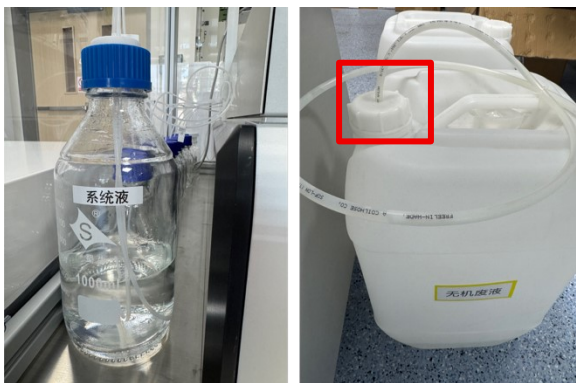

图 6-2-2
- 1) 检查系统液（图 6-2-2 左）的成分和体积，按需要进行补充或更换；
- 2) 检查废液桶情况：在开始实验前确认废液桶中废液体积及废液管道连接情况（图 6-2-2 右），根据实验流程和体系决定是否需要换新的废液桶并选择连接正确的废液桶（无机废液/有机废液），务必确保管道流畅以防止废液从仪器台面的洗站溢出；